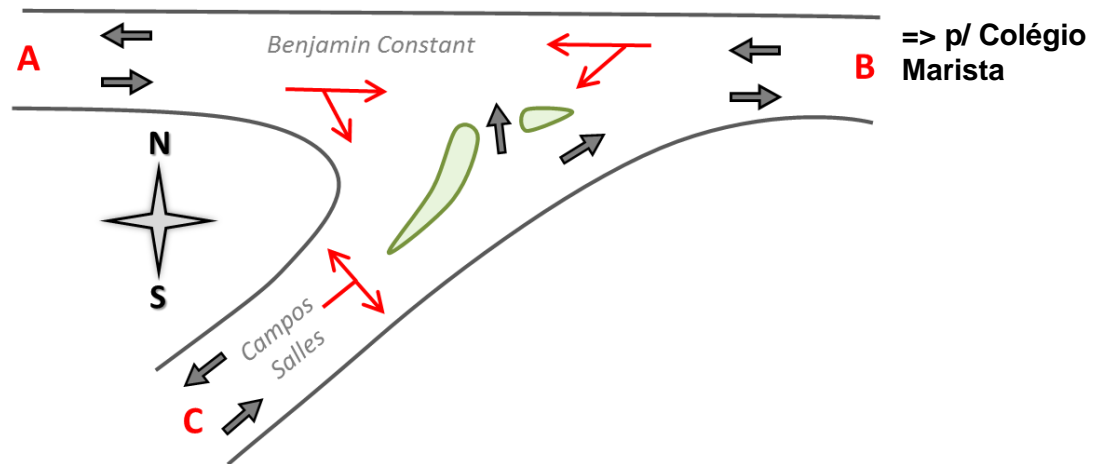

Figura 6.2 - Fluxos de tráfego na interseção com a Rua Campos Salles.
- Dos veículos que chegam na rotatória e continuam trafegando pela Rua Benjamin Constant sentido interseção com a Rua Campos Salles, 60% seguem no sentido B-A e 40% no sentido B-C (conforme fluxos apresentados na Figura 6.2);